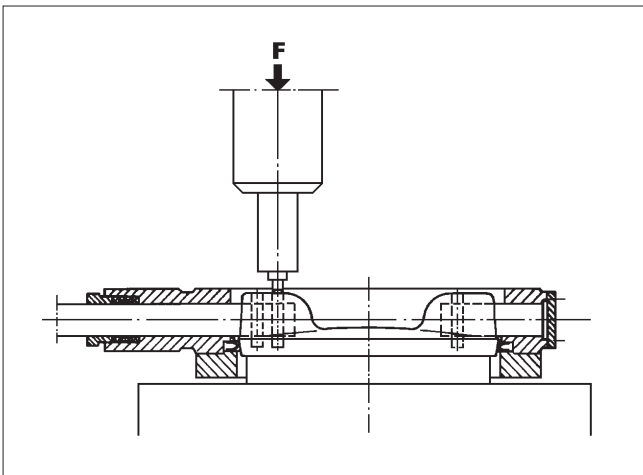

Abb. 18 Einpressen der Stifte.
- Stützen Sie die Klappenscheibe gut in einer horizontalen Lage, während Sie die Stifte montieren. Drücken Sie die neuen Stifte in die Bohrungen und drücken Sie sie in einer Presse, um sie abschließend zu formen (siehe Abb. 18). Verwenden Sie ein kleineres Werkzeug als der Stiftdurchmesser. Siehe Tab. 7 für Drücke.